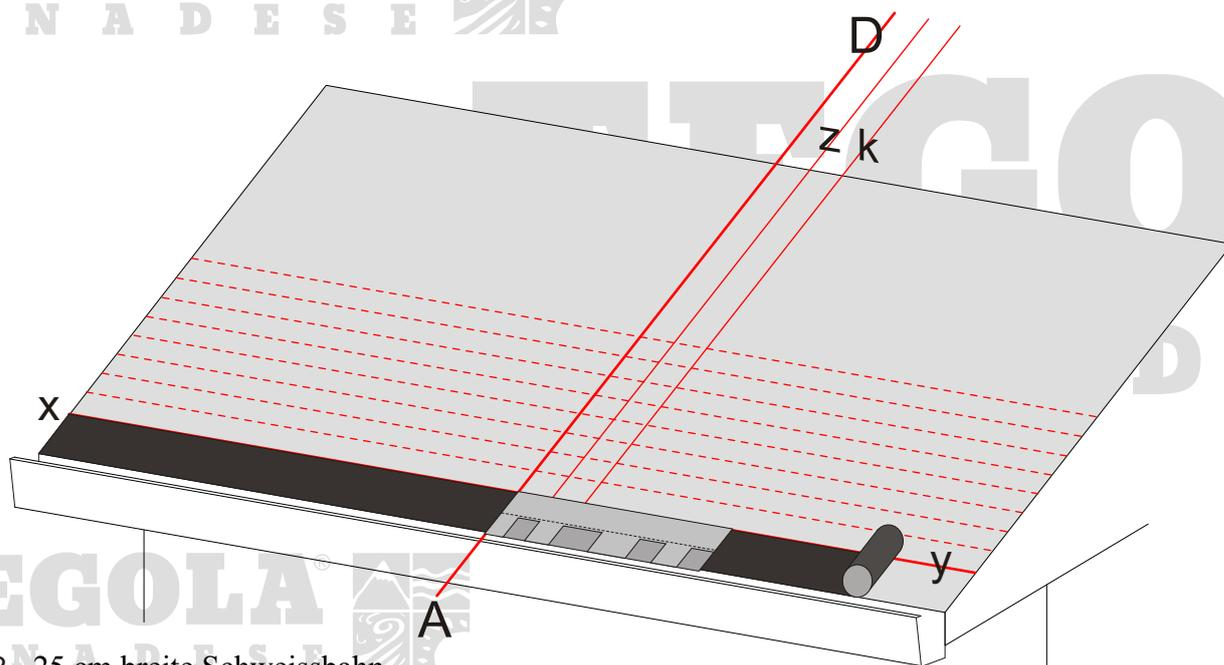

Abb. 2 - 25 cm breite Schweissbahn
- Eine 25 cm breite Schweissbahn als Anfangsreihe verlegen (Abb. 2)